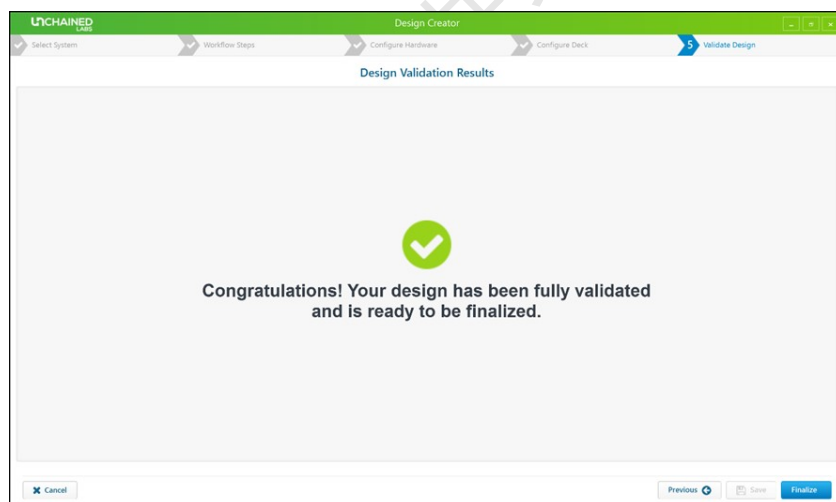

图 6-2-20
- e) **设计验证 (Validate Design):** 若软件“Validate Design”步骤验证无误会出现如下界面 (图 6-2-20), 点击“Finalize”即完成设计并进入下一步。若此步骤发现问题可点击“Previous”返回修改。